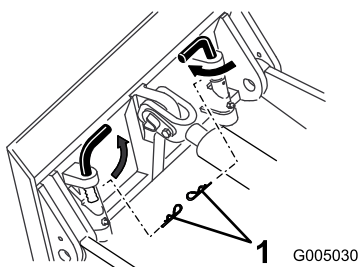

Рисунок 9
- На тяговых блоках некоторых более ранних моделей есть отверстия в штифтах с пружинами и быстроустанавливаемыми штифтами на монтажной пластине (Рисунок 9), чтобы вы могли установить два шплинта при прохождении плугом длинных отрезков. При этом вибрация плуга не приведет к ослаблению штифтов.